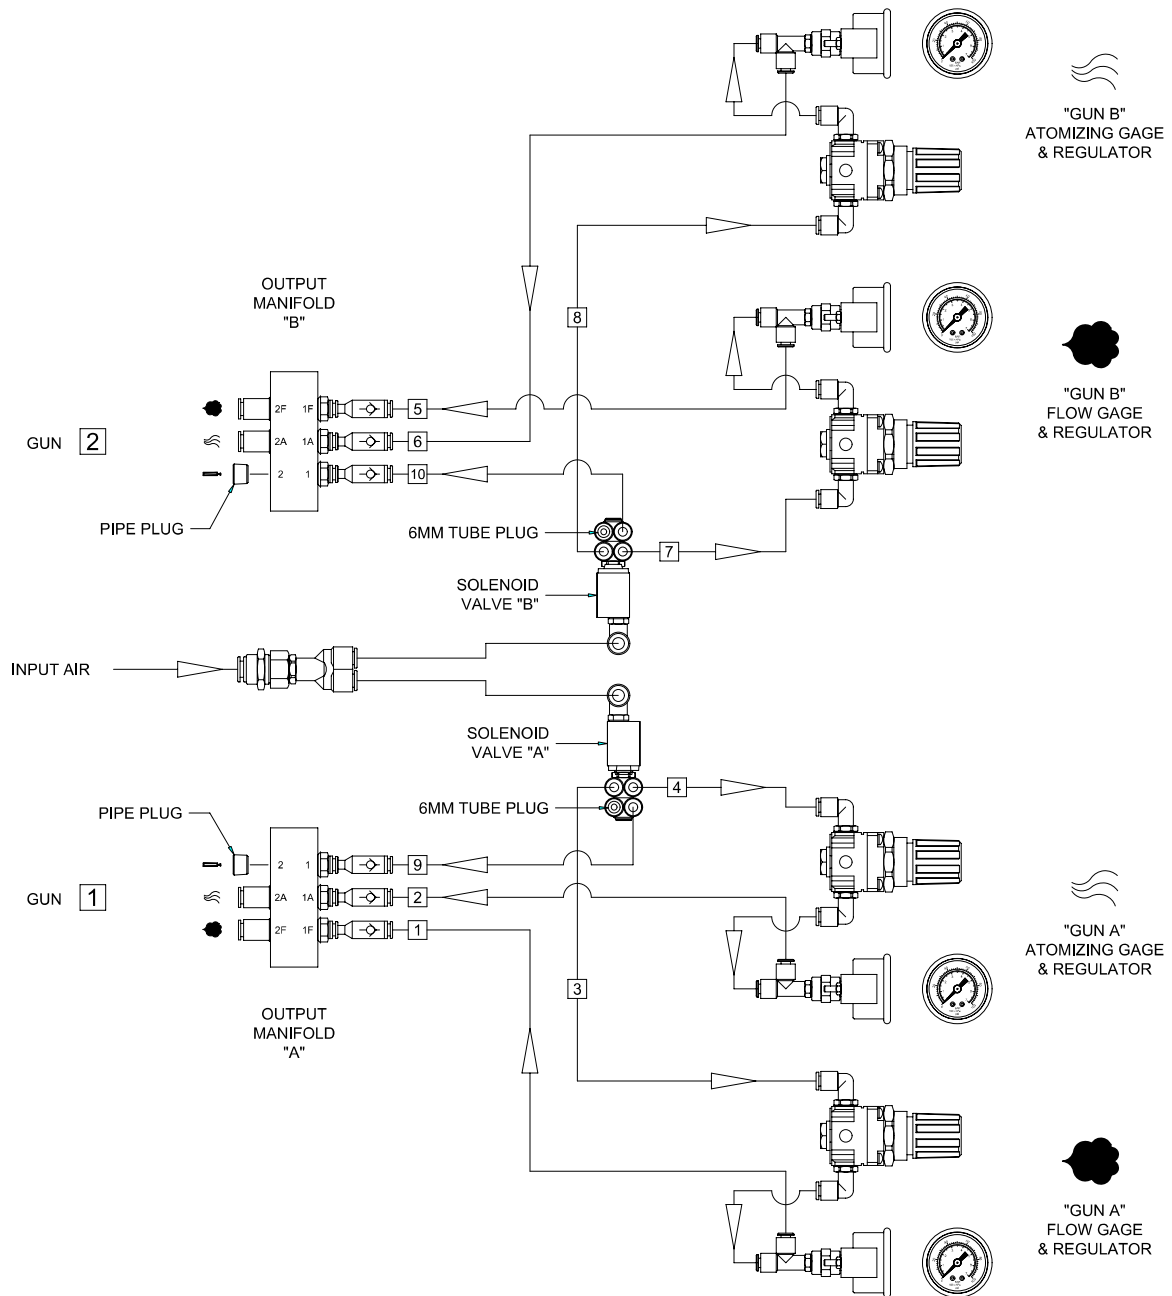

Fig. 6-9 Schéma pneumatique
2. Marquer et débrancher le tuyau pneumatique (3) provenant des régulateurs (4) et des manomètres (5).
**REMARQUE :** Voir la figure 6-9 pour le marquage et le cheminement du tuyau.
- a. Retirer le raccord (8) et le coupleur (9) du manomètre (5). Monter le raccord et le coupleur sur le nouveau manomètre.
- b. Maintenir le manomètre et retirer les deux écrous (11) qui fixent la patte d'attache (10) du manomètre au panneau.
**REMARQUE :** Une tresse de masse (12) est fixée à l'un des écrous.
5. Raccorder tous les tuyaux comme illustré dans la figure 6-9.